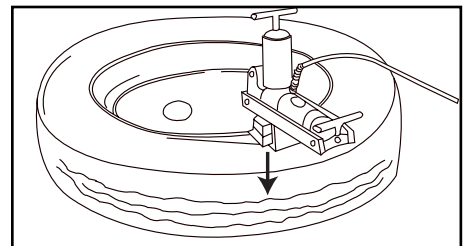

Abbildung 7
5. Den Hydraulikdruck weiterhin steigern, bis der wulstabdrückende Kolben etwa 13-19 mm [1/2-3/4 in.] aus dem Wulstabdrücker ausgefahren ist. (Siehe Abb. 7.)